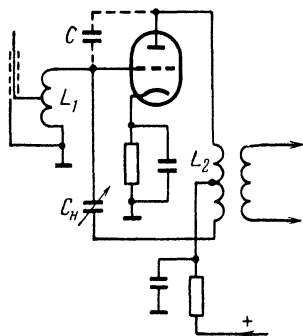

Рис. 70. Схема нейтринного усилителя высокой частоты на триоде.
**Л.** — Посмотри на эту схему (рис. 70). Ты можешь заметить, что это классическая схема триодного усилителя, если отвлечься от небольшого конденсатора  $C_n$ . Пунктиром показана паразитная емкость анод — сетка  $C$ , являющаяся причиной плохой работы триода на повышенной частоте.